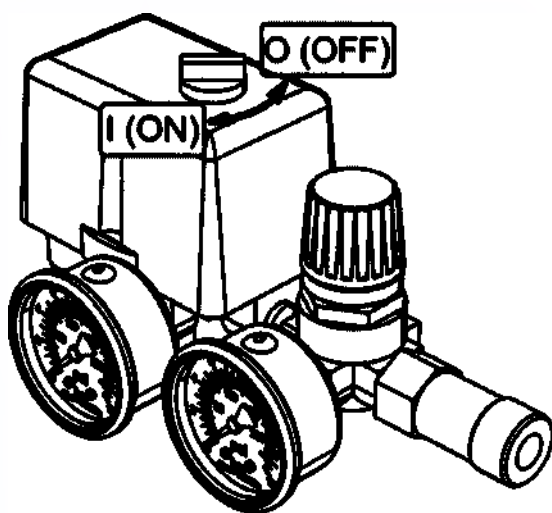

Рисунок 3
- Проверьте, чтобы выключатель на реле давления находился в выключенном положении "O" или "OFF", в зависимости от исполнения (рис. 3).
- Выключить компрессор выключателем 3 на реле давления (рис 4-8). Для этого необходимо переключить выключатель в положение "О" или "OFF", в зависимости от исполнения (рис. 3). После этого остановится двигатель и произойдет сброс давления из нагнетательного воздухопровода и поршневого блока.
- Переключите выключатель **3** на реле давления (рис. 4-8) в положение "О" или "OFF", в зависимости от исполнения (рис. 3).